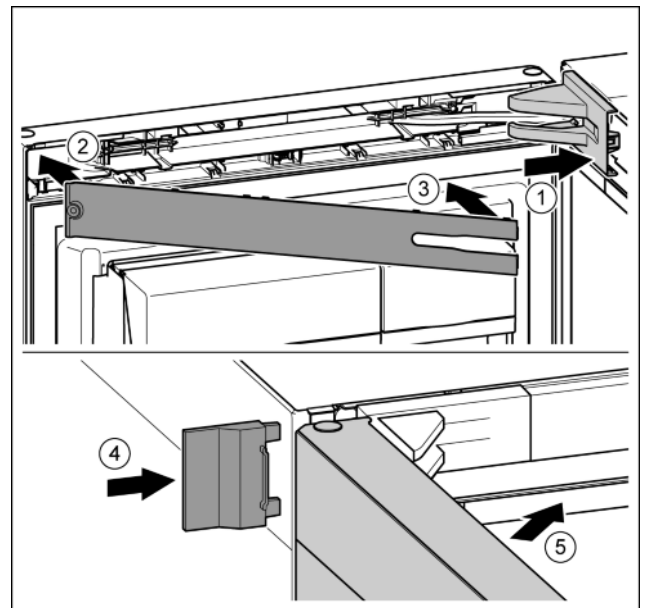

Fig. 43
- ▶ Applicare la copertura del blocco di supporto e inserirla a scatto, se necessario allontanarla con attenzione. Fig. 43 (1)
- ▶ Applicare la mascherina. Fig. 43 (2)
- ▶ Orientare verso l'interno la mascherina e innestare. Fig. 43 (3)
- ▶ Inserire spingendo la copertura esterna. Fig. 43 (4)
- ▶ Chiudere la porta superiore. Fig. 43 (5)